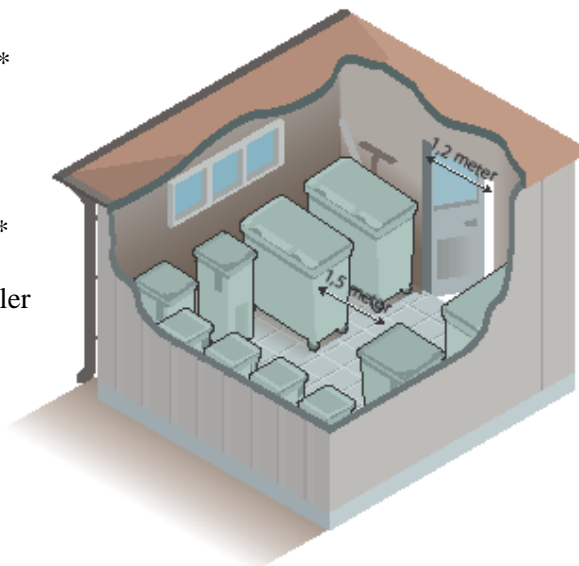

Bild 3: Den fria gången mellan kärll ska vara minst 1,5m. Dörr eller öppning ska vara minst 1m helst 1,2m bred. (källa: Avfall Sverige)
- Avfallsutrymmet bör vara väl tilltaget. Den fria gången mellan kärll ska vara minst 1,5m\* (bild 3), och avståndet mellan kärll minst 6cm\*
- Dörr eller öppning ska vara minst 1m\* helst 1,2m\* bred (bild 3) och 2m\* hög